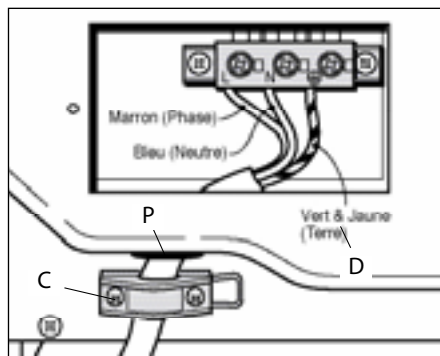

Figure 10
- Retirez les vis C du serre-câble (Fig. 10).